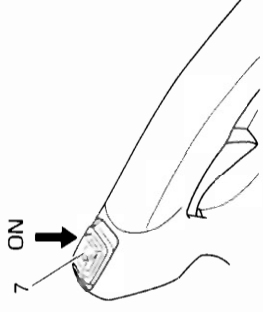

Fig. 4
1. Compruebe que el interruptor (7) está en ON. (Fig. 4)